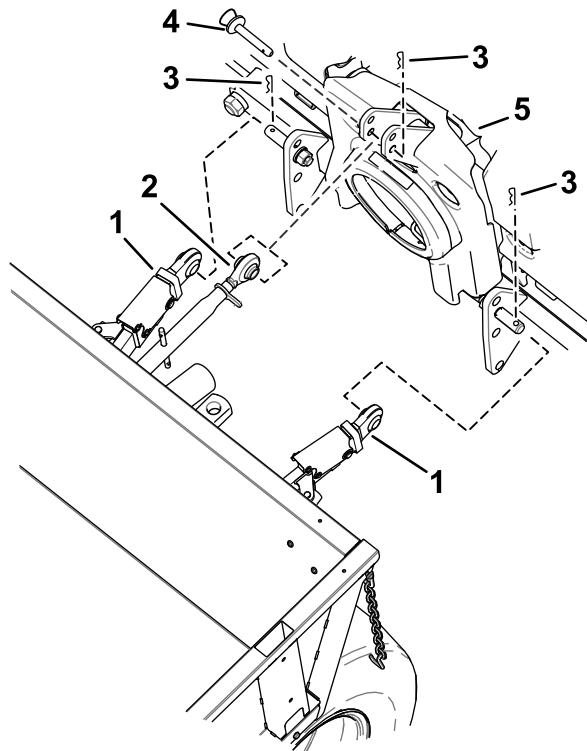

Figura 29
1. Mueva la máquina lentamente hacia atrás y alinee los brazos de tiro con las conexiones inferiores del apero (Figura 29).
2. Sujete los brazos de tiro al apero (Figura 29).
3. Posicione el brazo superior junto a la conexión superior del apero (Figura 29).
4. Sujete el brazo superior al apero (Figura 29).
4. Desconecte el brazo superior del apero (Figura 29).
5. Desconecte los brazos de tiro del apero (Figura 29).